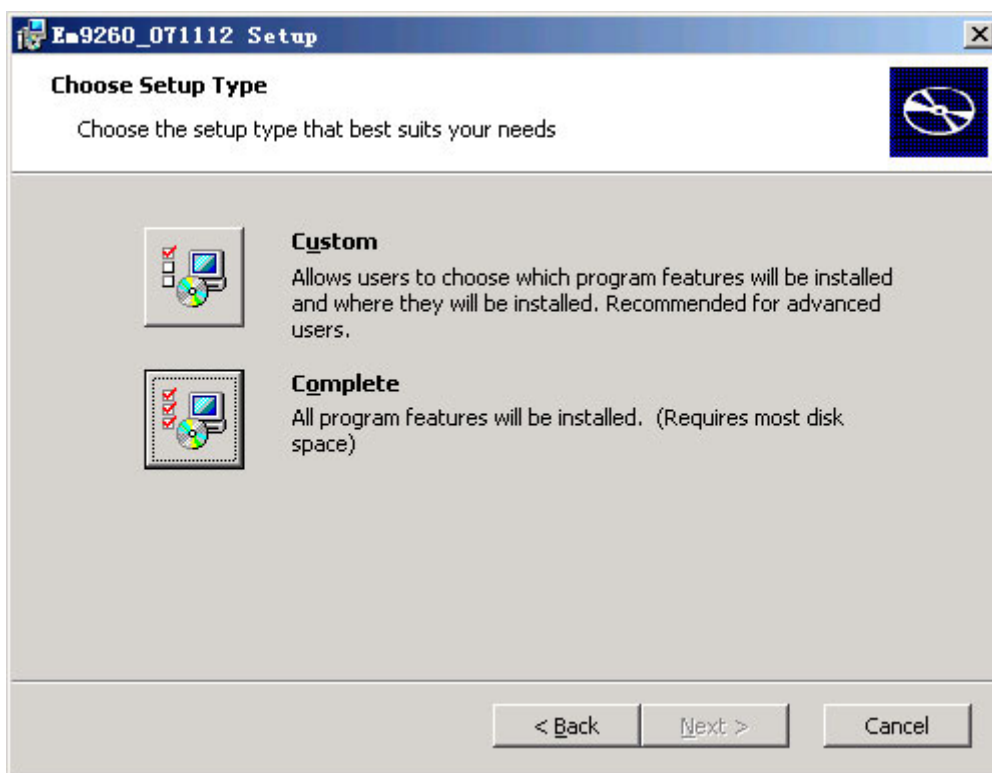

图 3-14 选择完全安装
14、出现如图 3-14 的对话框时选择 **Complete**。